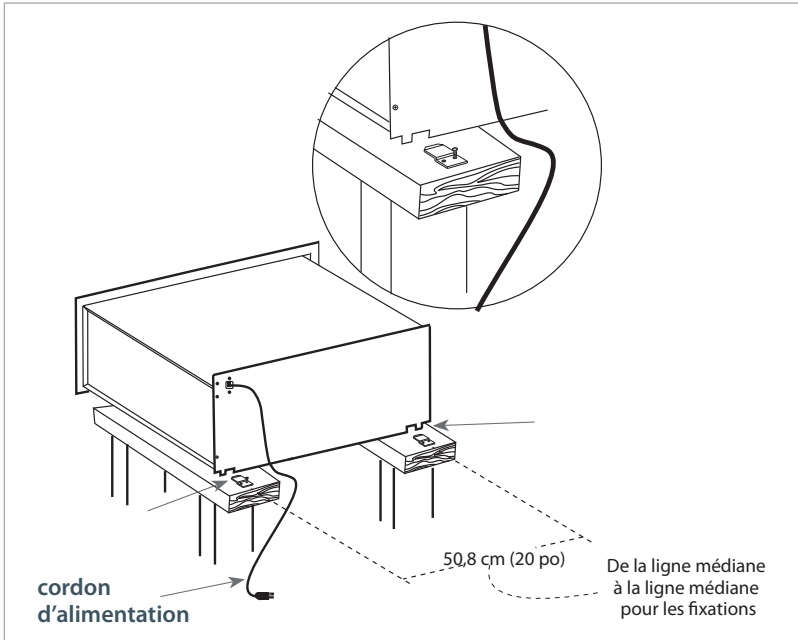

Fig. 12
2. Brancher le cordon d'alimentation dans une prise c.a. Faire glisser le corps sur les clips de montage antibasculement (voir Fig. 12).